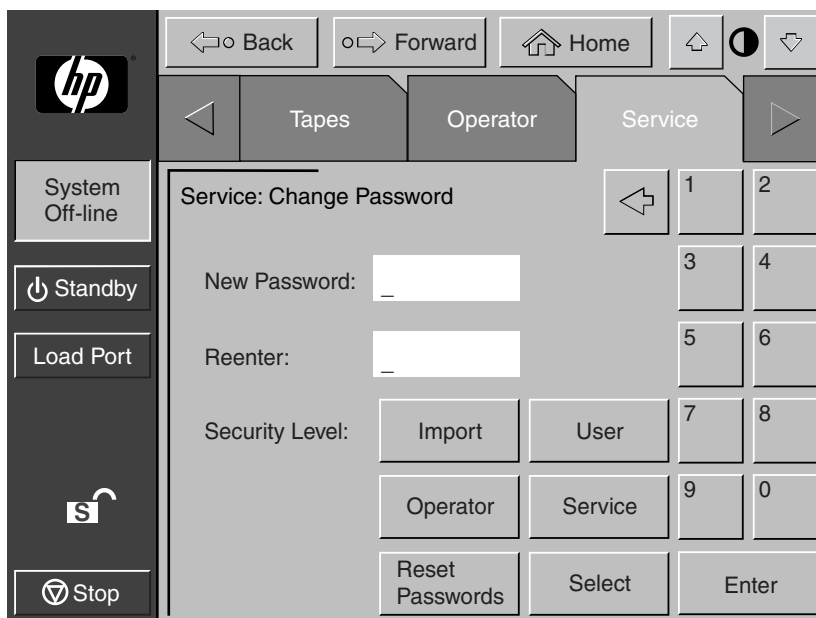

Figura 3-6: Schermata Change Password (Modifica password)
1. Premere l'icona **Lock** (Blocco). Viene visualizzata la schermata Password (vedere la Figura 3-6).